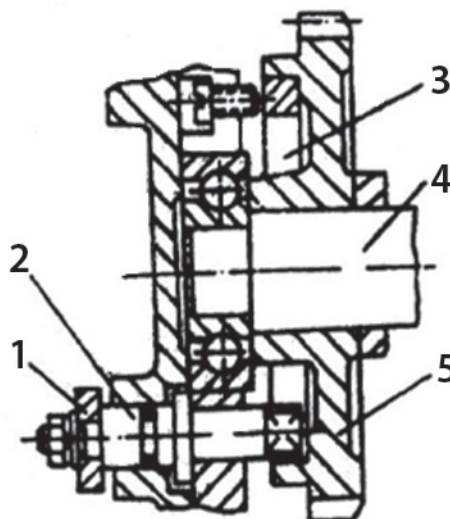

Рис. 7.
Используется тормоз кольцевой формы с внутренними колодками. Его конструкция показана на Рис. 7. Когда рукоятка тормоза/сцепления находится в положении «торможение», тяговый стержень (1) заставляет проворачиваться тормозную тягу (2), а плоская головка на конце оси тормозной тяги (2) разжимает кольцевую муфту тормоза (3), вызывая трение кольца о внутреннюю поверхность вращающегося колеса (5), благодаря чему и достигается эффект торможения.
- b. По мере износа фрикционного диска зазор между выжимным подшипником и расцепляющим рычагом может увеличиваться. В этом случае потребуются переместить рукоятку тормоза/сцепления в положение «включено». Если зазор между выжимным подшипником и расцепляющим рычагом увеличился, необходимо отрегулировать положение шестигранной гайки на винтовом штоке таким образом, чтобы зазор не превышал диапазон от 0,3 до 0,5 мм (Рис. 7). Зазор между головками трёх расцепляющих рычагов и выжимным подшипником должен быть одинаковым. Величину зазора можно измерять с помощью щупа, используемого для регулировки впускного и выпускного клапанов двигателя. После завершения процедуры регулировки, затяните стопорную гайку.